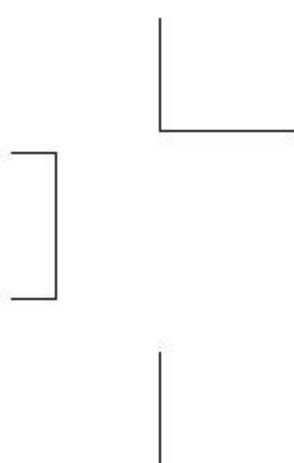

图8-21 删除线段
**06** 调用E【删除】命令，删除线段，结果如图8-21所示。